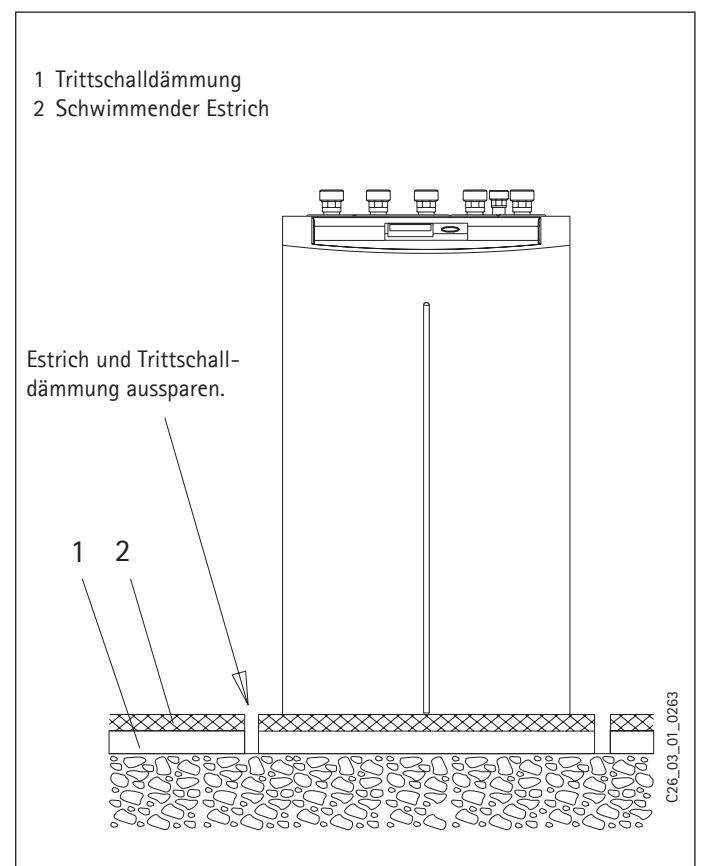

Abb. 6
- Bei schwimmendem Estrich sind für einen schallarmen Betrieb der Wärmepumpe der Estrich und die Trittschalldämmung um den Aufstellort der Wärmepumpe herum auszusparen (Abb. 6).